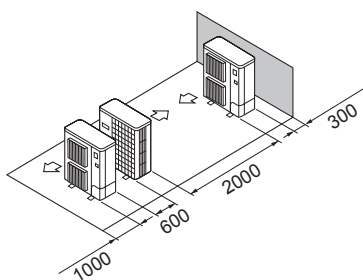

Fig. 2-16
- ⑤ Disposição de uma unidade em paralelo (Fig. 2-16)